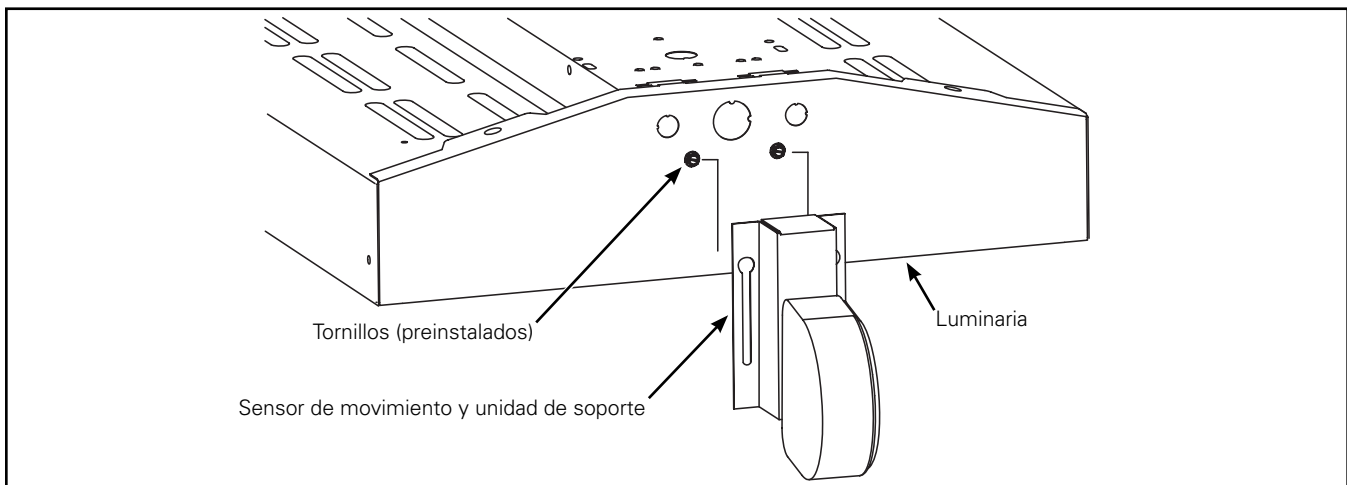

Figura 1.
1. Inserte el sensor de movimiento y el soporte en los tornillos preinstalados en la placa trasera de la luminaria (Figura 1.).